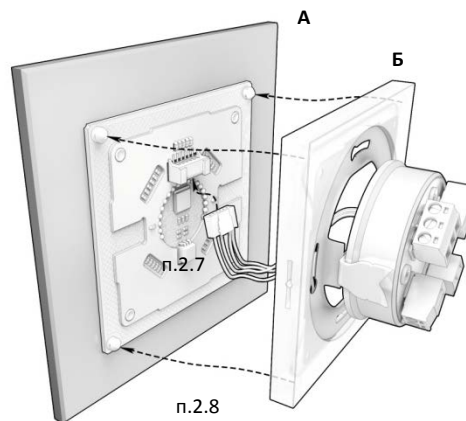

Рис. 1 Состав (А, Б) и порядок сборки (п. 2.4 и п.2.5) Q600 Di.
2.7 Сориентируйте и сомкните ответные части разъема шлейфа - блока светорегулятора и сенсорной панели (рисунок 1).
2.8 Сориентируйте сенсорную панель разъемом вверх и присоедините к блоку светорегулятора, обеспечивая ее равномерный прижим до защелкивания в замках (см. рисунок 1).